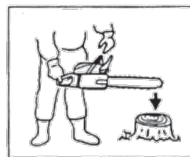

Рис. 12
2. Удерживая пильную цепь в горизонтальном положении, снимите руку с передней рукоятки, толкните концом направляющей шины колоду или кусок дерева (Рис. 12) и проверьте работу тормоза.